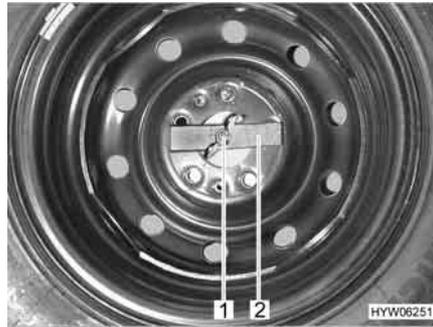

Fig. 195 Ruota di scorta nel gavone di coda
- Svitare manualmente il dado ad alette (Fig. 195,1) e rimuoverlo.
- Rimuovere la barretta di compressione (Fig. 195,2).